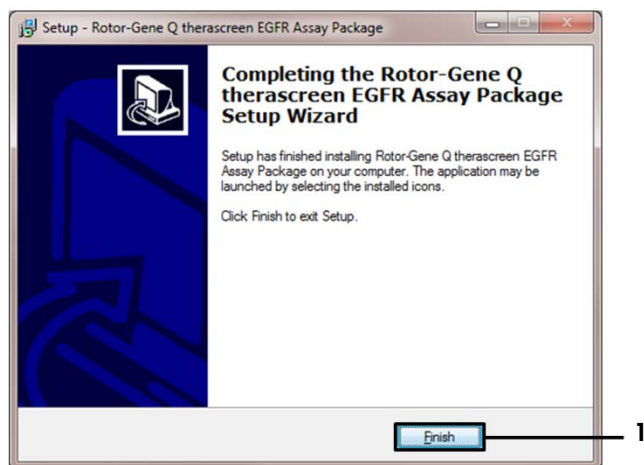

Figure 43. Fin de l'installation (1 = « Finish » (terminer)).
6. L'installation démarre automatiquement. Une fois l'installation terminée, une boîte de dialogue finale s'ouvre. Cliquer sur « Finish » (terminer) pour quitter (Figure 43).